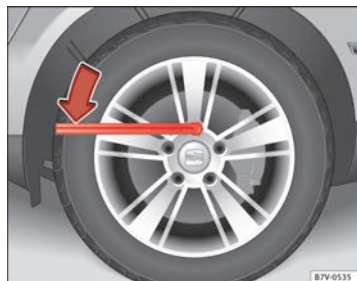

Fig. 183 Cambio di una ruota: allentare i bulloni della ruota.
- Introdurre la chiave della ruota sul bullone, fino in fondo ⇒ **fig. 183**.